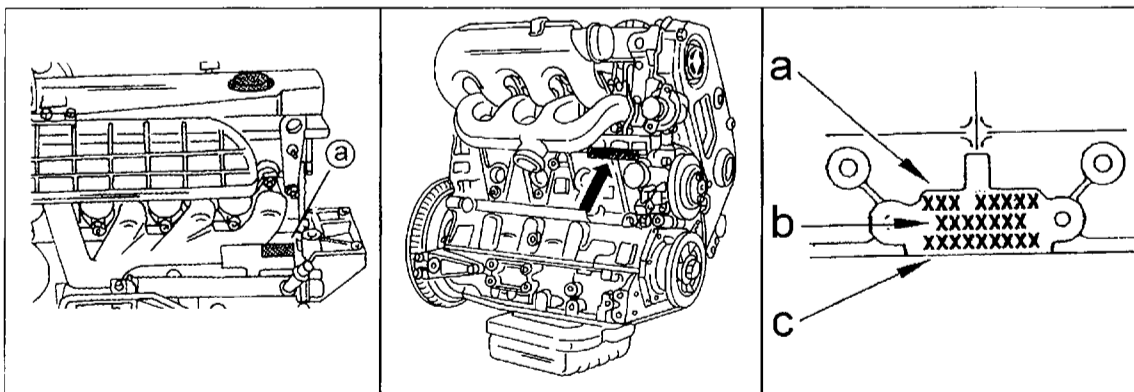

Bild 4
Die nächstwichtigste Nummer Ihres Fahrzeuges ist die Motornummer und beginnt mit den Kennbuchstaben des eingebauten Motors. Ohne auf die einzelnen Motoren einzugehen, kann gesagt werden, dass die Motornummer jeweils auf einem angehängten Schild an der Oberseite des Zylinderblocks gefunden werden kann. Bild 4 zeigt die verschiedenen Motoren mit der Lage des Typenschildes. Um sich zu versichern, dass Sie sich mit dem richtigen Motor befassen, werden Ihnen die folgenden Anweisungen helfen:
- In der linken Ansicht von Bild 4 ist die Lage der Motornummer bei einem 2.8-Liter-Motor gezeigt. An Stelle „a“ ist die Motorbezeichnung (8140) und die
- In der mittleren Ansicht von Bild 4 ist die Lage der Motornummer bei einem 2.5-Liter-Motor gezeigt. In der Reihenfolge von links nach rechts sind der Motortyp (8140 sowie Kennzeichnung), gefolgt von der Motorseriennummer angegeben.